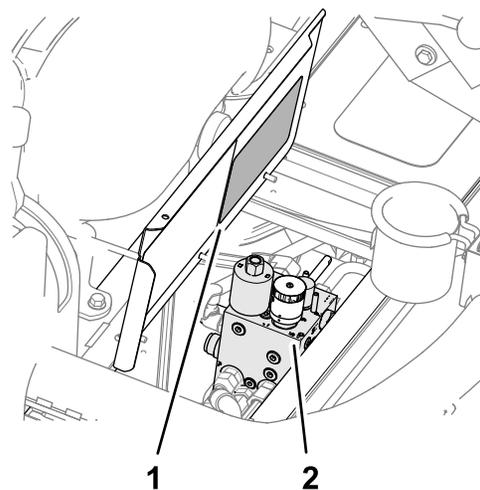

Рисунок 42
4. Откройте крышку платформы (Рисунок 42).